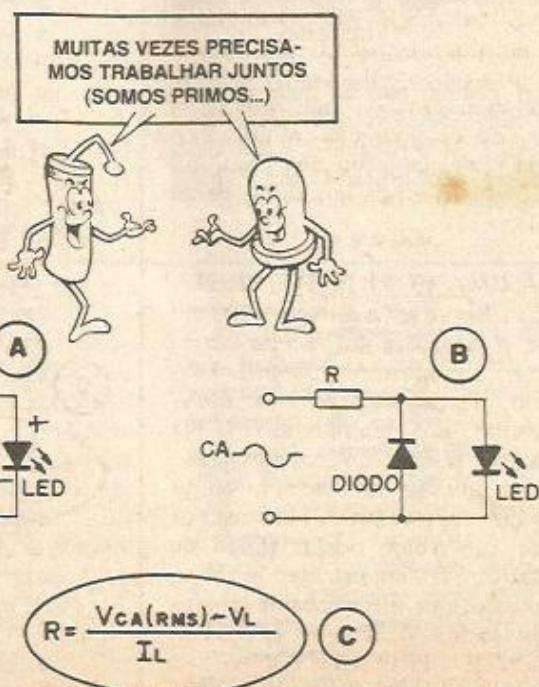

Fig. 6
- FIG. 6-A - OS LEDS EM C.A. - Como não pode funcionar com polarização inversa (além de não acender, pode queimar-se, se ultrapassado o parâmetro de tensão reversa máxima), se quisermos fazer um LED acender sob alimentação em Corrente Alternada, algumas providências essenciais devem ser tomadas:
do os inversos... Como fazer isso? Duas semanas de férias pagas, com casaco de pele, no deserto do Iraque, para quem respondeu: "USANDO UM DIODO..."! É isso mesmo! Conforme vimos na 3ª "Aula" do ABC, o diodo, corretamente posicionado, pode bloquear a passagem dos semi-ciclos da C.A. que não nos interessam, deixando passar apenas os que estão no sentido necessário ao acendimento do LED! Assim, o esqueminha da fig. 6-A é uma das soluções para a questão...
- FIG. 6-B - Tem um outro jeito de solucionarmos o problema de acionar um LED sob C.A.: no lugar de usar um diodo como "bloqueador" dos semi-ciclos inversos da C.A. (em série com o LED e o resistor limitador, portanto, como na fig. 6-A), podemos também utilizá-lo como "desviador" desses indesejados semi-ciclos! No caso, o diodo fica em paralelo com o LED, porém inversamente polarizado em relação a este! Como a queda de tensão natural do diodo é bem menor do que a do LED, o primeiro literalmente desvia os semi-ciclos inversos (em relação ao que o LED "quer"...). Lembrar, contudo, que também nessa configuração, o resistor limitador é obrigatório, desde que a tensão C.A. de alimentação seja maior do que os 2V inerentes ao LED.
- FIG. 6-C - Conforme vimos na 3ª "Aula" do ABC, quando nos referimos ao valor de uma tensão C.A., geralmente usamos o parâmetro referente à sua TENSÃO MÉDIA QUADRADA (RMS). Por exemplo: quando dizemos que a tensão C.A. domiciliar, num determinado local, é de "110 volts", estamos mencionando o valor RMS dessa tensão, já que nos momentos de "pico", ela pode atingir mais de 150V ( $110 \times \sqrt{2}$ , lembram-se...?).
Onde VCA é a tensão C.A. (RMS) disponível, VL é a queda de tensão natural do LED (2V) e IL a corrente sob a qual queremos que o LED funcione (tipicamente 20mA, máximo 40mA, como já vimos). Em qualquer dos exemplos práticos da fig. 6, o cálculo ficaria assim, se quisermos acionar o LED pela energia presente numa tomada domiciliar de 110V, sob corrente de 20mA:
- FIG. 9 - E se os pré-requisitos para o cálculo forem: "um monte" de LEDs e alimentação pela C.A. da tomada...? Nada mais simples! Basta "ampliar" o que foi visto na fig. 6-A, "seriando" todos os LEDs, usando o DIODO/série para retificar a C.A. e o inevitável resistor limitador (também em série com o "resto da fila"...). Não esquecer que a tensão  $V$  (no cálculo do valor de R) será o valor RMS da C.A. disponível, a corrente será igual em todos os LEDs (e também no resistor R e no diodo...), mas que  $VL$  (queda de tensão nos LEDs) deverá ser pré-calculado pela fórmula  $V_{TL} = VL_1 + VL_2 + \dots + VL_8$ . Façam os cálculos e verifiquem que o valor ôhmico de R ficará menor, quantos mais sejam os LEDs "enfileirados"... Calculem também a dissipação em R e notem que a "wattagem" do resistor também fica menor, à medida que mais e mais LEDs são colocados na "fila"... Por quê isso ocorre...?